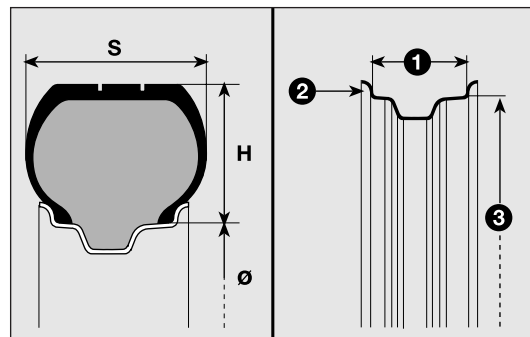

fig. 179
### READING TYRE CODE fig. 179
**UNDERSTANDING RIM MARKING fig. 179****Example: 7J x 17 ET39**